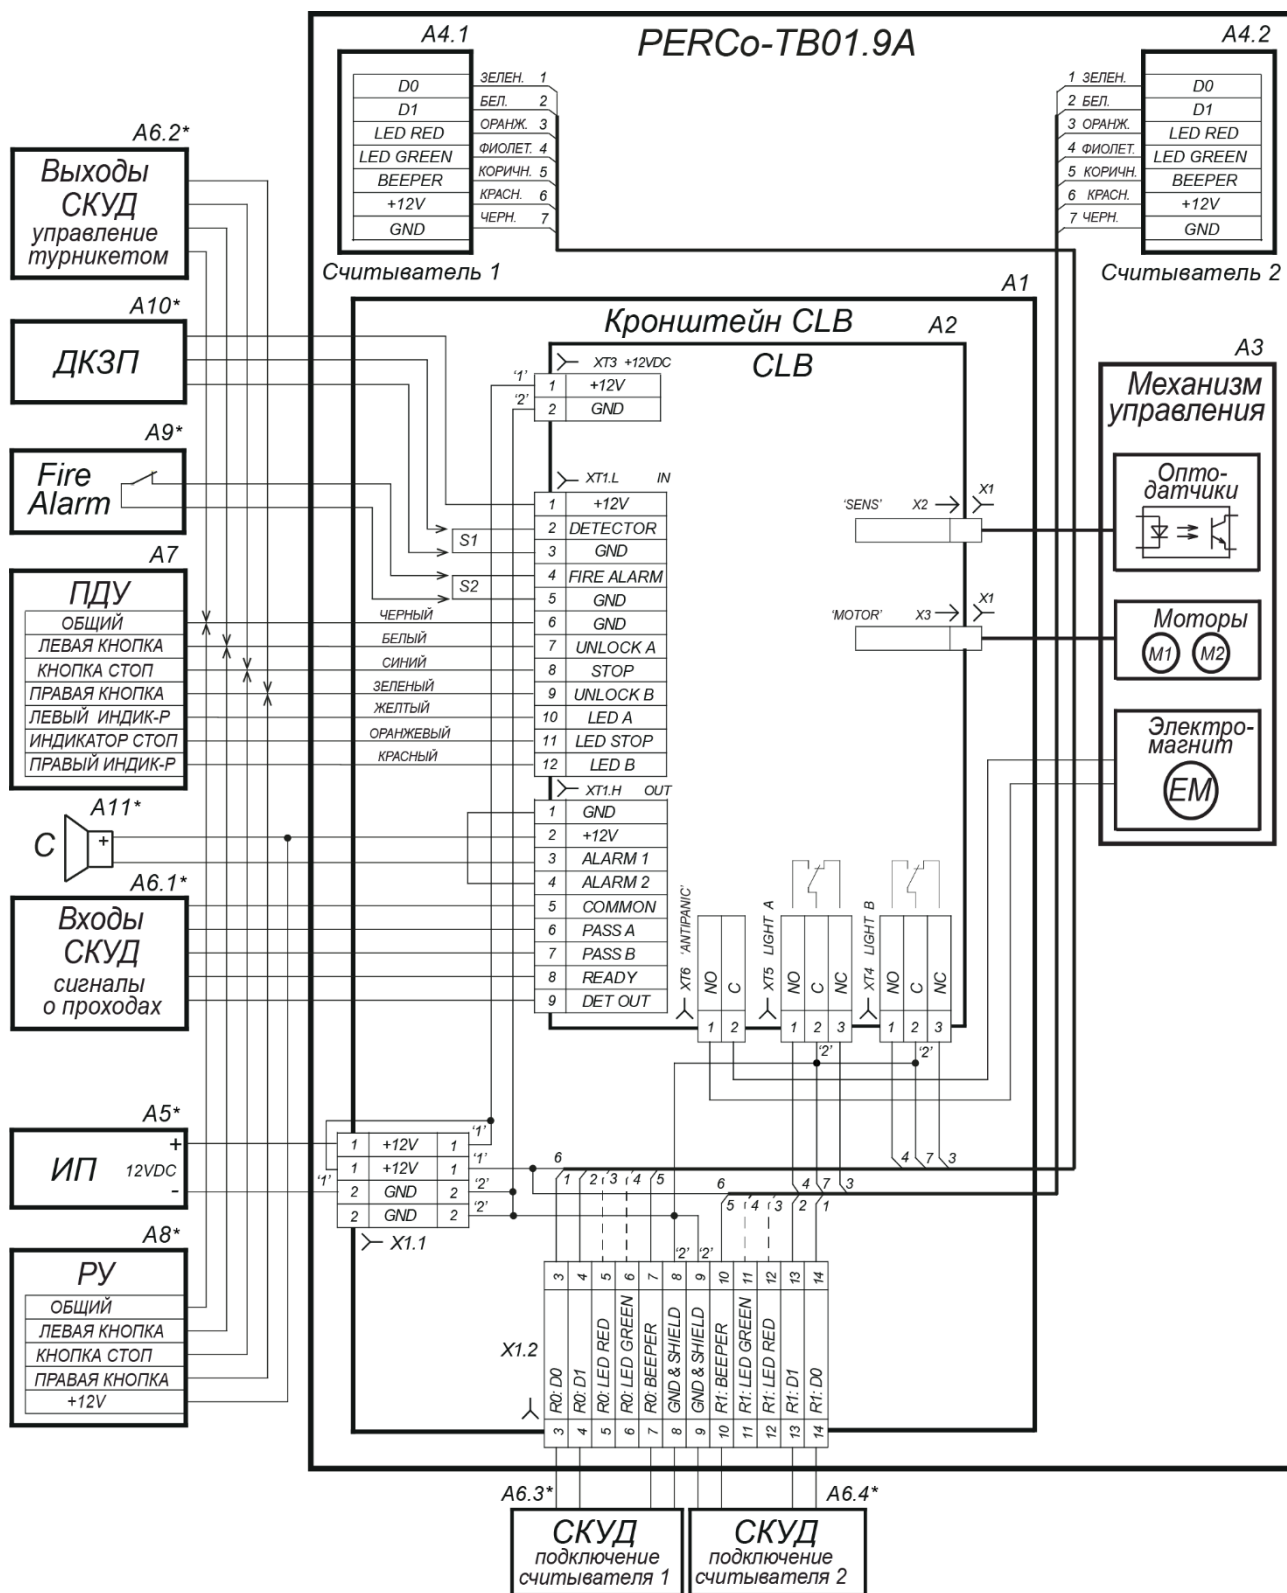

Рисунок 13. Схема электрических соединений турникета¹
5. Демонтируйте заглушки стойки (7), открыв ключом замки (8). Установите стойку турникета на гильзы анкеров и закрепите ее болтами **M10**.
6. Снимите крышку турникета (3), отвернув ключом установочный винт (14) (см. разд. 6).
7. Подключите кабель питания (11) к клеммной колодке **X1.1** (см. рис. 13).
9. Подключите при необходимости кабели от других устройств к соответствующим клеммным колодкам платы управления (см. рис. 5 и рис. 13).
12. После подключения всех кабелей и крепления стойки к полу установите на место крышку (3) (см. разд. 6), заглушки стоек (7) в порядке, обратном снятию.
Подключение контроллера к плате управления производится в соответствии с рис. 13.
Передача данных от считывателей осуществляется по интерфейсу *Wiegand*. Подключение считывателей к контроллеру СКУД необходимо производить экранированным кабелем в соответствии с рис. 13.
* Линии управления светодиодной индикацией считывателей при производстве подключены к клеммным колодкам **ХТ4**, **ХТ5** платы управления (см. рис. 13). Для осуществления внешнего управления индикацией от контроллера СКУД необходимо отключить оранжевые и фиолетовые провода считывателей от разъемов **ХТ4**, **ХТ5** платы управления, и подключить их к соответствующим контактам выносной клеммной колодки **X1.2**.